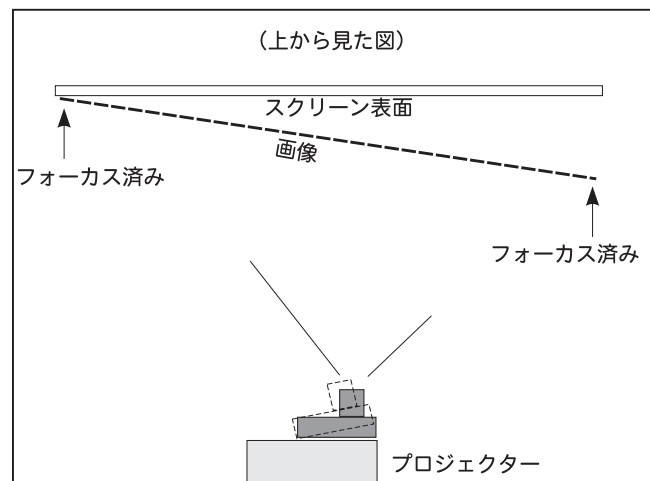

図 2-22 調整不良のボアサイト
- a. レンズが完全に沈胴する前に画像右側のフォーカスが合った場合、スクリーンの前方でフォーカスが合っています。図 2-22 を参照してください。この問題を修正するには水平ボアサイト ボルト を調整し、レンズ マウント を左側に移動させるか向きを合わせて、左右両端のバランスを取ります。